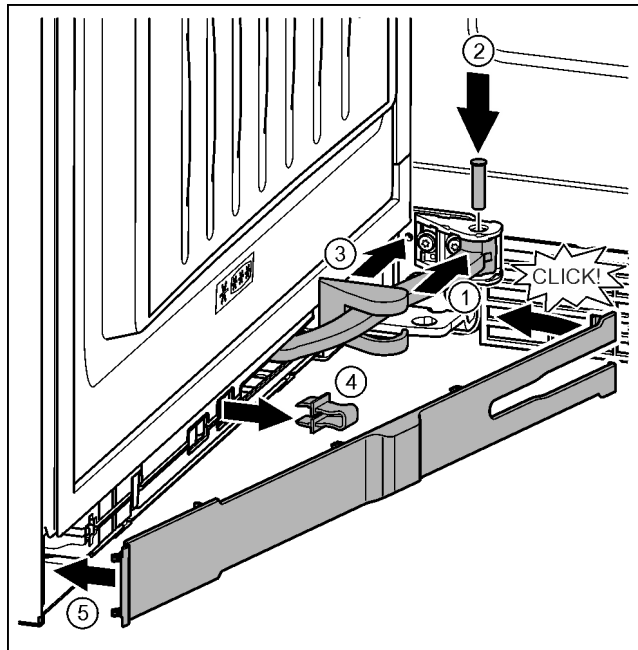

Fig. 40
- ▶ Περιστρέψτε την άρθρωση στην ανάρτηση. Fig. 40 (1)
- ▶ Τοποθετήστε τον πείρο με κατσαβίδι T15 στην ανάρτηση και στην άρθρωση. Βεβαιωθείτε ότι το έκκεντρο ασφάλισης εφαρμόζει σωστά στην εγκοπή. Fig. 40 (2)
- ▶ Ωθήστε το κάλυμμα του στηρίγματος κατά μήκος της άρθρωσης και τοποθετήστε το πάνω από την ανάρτηση. Fig. 40 (3)
- ▶ Αφαιρέστε την ασφάλεια. Fig. 40 (4)
- ▶ Εφαρμόστε το διακοσμητικό κάλυμμα στην πλευρά της λαβής και κλείστε το. Fig. 40 (5)